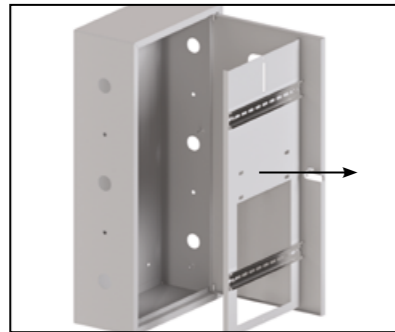

Рис. 43
- 3.3. Открутить два винта М4×16 и снять монтажную плату с DIN-рейками – для ЯУР 400, ЯУР 600 (1.1). Извлечь монтажную панель с DIN-рейками из корпуса ЯУР 600, ЯУР 400. Винты сохранить (рис. 43).